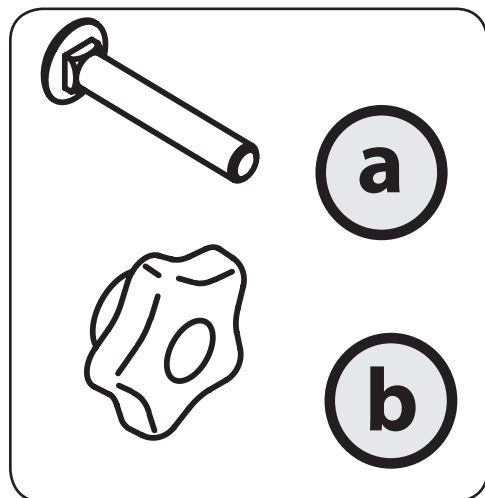

Figura 2-1
1. Extraiga los tornillos del carro (a) y las perillas en estrella (b) de la caja de cartón. Consulte la Figura 2-1.